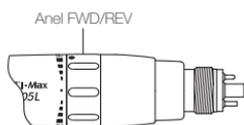

Fig. 3
- 1) Rotação em Avanço: Rode o anel FWD/REV para F. (Fig.3)